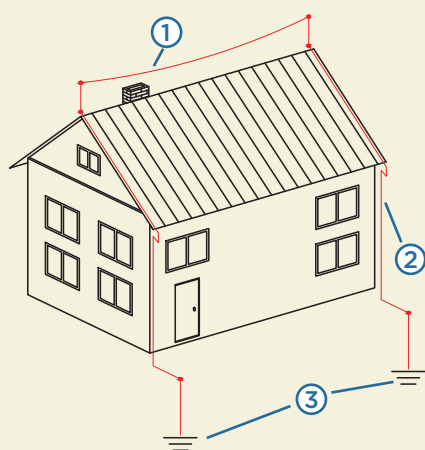

Рисунок 3.
- Тросовый молниеотвод — возвышающийся над объектом натянутый трос, либо несколько тросов, перехватывающих разряд молнии (рис. 3).